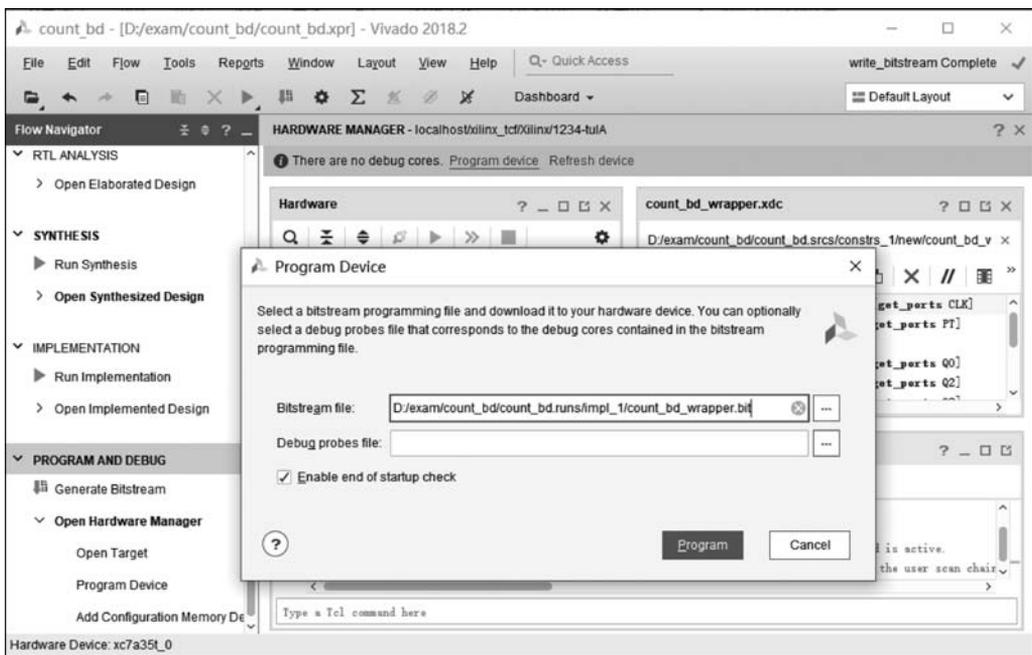

图 3.73 对 FPGA 芯片进行编程
(2) 生成比特流文件后,选择 Open Hardware Manager 并单击 OK 按钮,用 Micro USB 线连接计算机与板卡,并打开电源开关。在 HARDWARE MANAGER 界面单击 Open Target,选择 Auto Connect,连接成功后,在目标芯片上右击,选择 Program device,在弹出的 Program Device 对话框中单击 Program 按钮,对 FPGA 芯片进行编程,上述过程如图 3.73 所示。